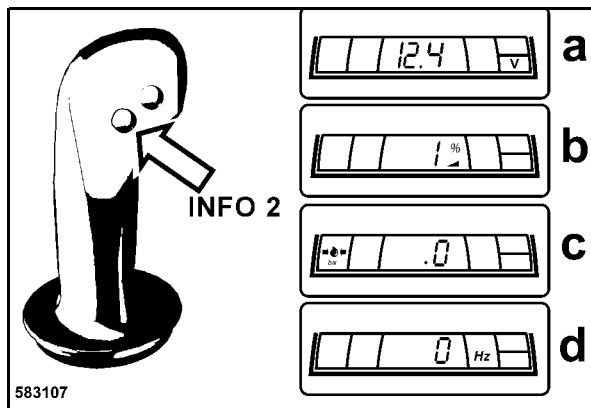

Fig. 86
- Pulsar el botón de INFO 2 (Fig. 86) (parte trasera de la palanca de marcha).